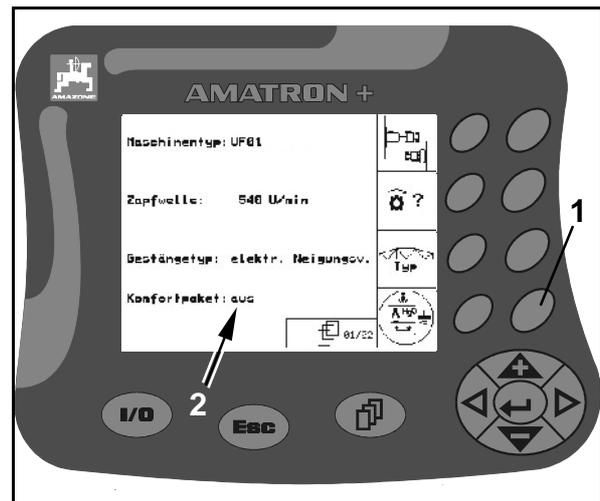

Fig. 99
1. Appuyer une fois sur la touche de fonction (Fig. 99/1).
- "Activé" s'affiche à l'écran (Fig. 99/2) et la fonction "Pack Confort" est activée.
2. Appuyer encore une fois sur la touche de fonction (Fig. 99/1).